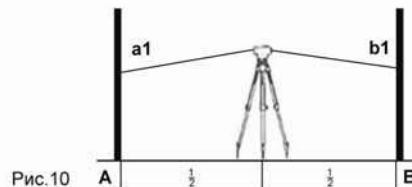

Рис.10
- 1) Установите прибор посередине между точками A и B. Возьмите отсчеты "a1" и "b1". (Рис.10)